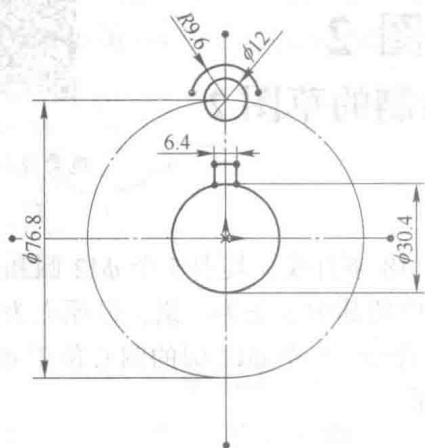

图 2-3 绘制小圆、圆弧和直线
(3) 单击“圆”按钮，单击鼠标右键，选择“快速捕捉”里“交叉点捕捉”命令，绘制 $\phi 12$ 圆，圆心位于 $\phi 76.8$ 大圆与竖直中心线的交点处。单击“圆心/起/终点画弧”按钮，绘制与 $\phi 12$ 圆同心的 $R9.6$ 圆弧。单击“直线”按钮，绘制两条下端点在 $\phi 30.4$ 圆弧的竖直直线和一条水平直线，其中两条竖直直线关于竖直中心线呈“对称”的几何关系，水平直线长度为 6.4，结果如图 2-3 所示。
(4) 单击草图栏上的“圆周阵列”按钮，系统弹出“圆周阵列”属性管理器。同时选中 $\phi 12$ 圆和 $R9.6$ 圆弧为“要阵列的实体”，实例数为 5，单击“确定”按钮完成圆周阵列操作。将经过圆周阵列操作所得到的 4 个圆周阵列的小圆圆心与 $\phi 76.8$ 的圆弧添